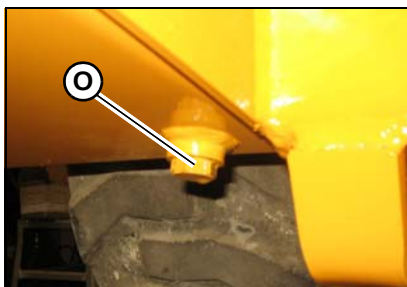

Figura 110 – Tappo di scarico del serbatoio dell'olio idraulico
6. Rimuovere il tappo di scarico del serbatoio dell'olio idraulico (O, Figura 110) e lasciare fuoriuscire completamente l'olio.
10. Reinstallare e serrare il tappo di scarico (O, Figura 110).